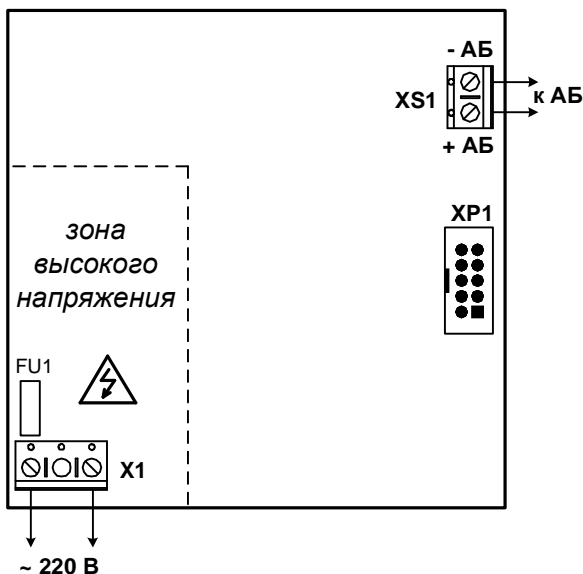

Рис.6 Внешний вид платы источника питания
- плата источника питания (рис.6);
3.3 На **плате источника питания** (рис.6) расположен клеммник X1 для подключения сети 220 В, клеммник XS1 для подключения аккумуляторной батареи (АБ) и разъем XP1 для подключения к плате контроллера.